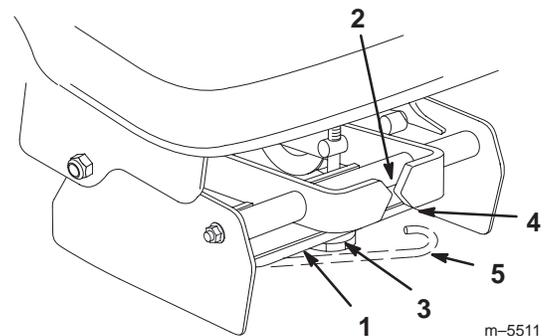

Bild 10
2. Lösen Sie den Arm zum Lösen der Riemenspannung am Riemen-Umlenkbock und schwenken Sie ihn nach außen in Ihre Richtung (Bild 10).
6. Legen Sie das andere Ende des Riemens über die Antriebsscheibe am Mähwerk. Sie können ggf. durch Drehen des Handrads für das Einstellen der Riemen-Spannung mehr Spiel am Riemen erhalten (Bild 10).
- B. Prüfen Sie die Riemenanzeigen vorne am Riemen-Umlenkbock. Die beiden Pfeile auf den Anzeigen sollten ausgerichtet sein (Bild 10).
- C. Wenn die Riemenanzeigen nicht ausgerichtet sind, lösen Sie die Riemen-Spannung, drehen Sie das Einstellhandrad und wiederholen Sie die Schritte A bis C, bis die Anzeigen ausgerichtet sind (Bild 10).
- D. Schwenken Sie den Arm zum Lösen der Riemen-Spannung in den Riemen-Umlenkbock und arretieren Sie den Arm. Positionieren Sie ihn wie in Bild 10 dargestellt.